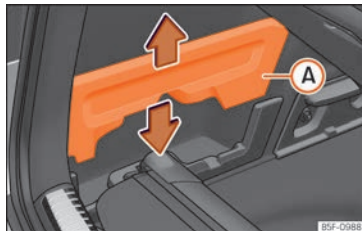

Abb. 177 Im Gepäckraum: Aufnahme zum Verstaue der aufrollbaren Abdeckung.
- Entfernen Sie die Abdeckungen »» **Abb. 177** **A** links und rechts.